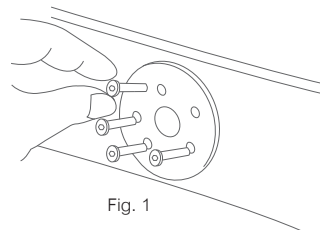

Fig. 1
STEP 1: Begin by inserting 5 long screw (D) through holes on plate (C) under bottom of ring base (B) as shown in fig. 1.
STEG 1: Plasser skruer (D) gjennom hullene på platen (C) på undersiden av ringsokkelen (B) som vist på fig. 1